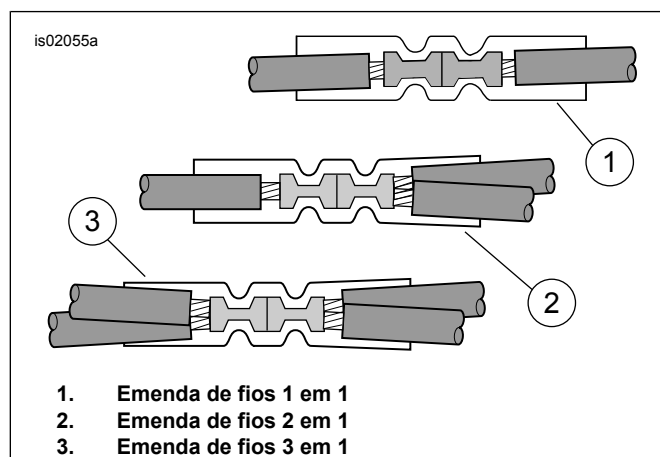

Figura 7. Configurações da emenda
4. Veja Figura 22. Pegue um conector de emenda selada (3) do kit. Veja Figura 7, a configuração de emenda de fios "2 para 1". Emende o fio de alimentação do chicote de fios da manopla aquecida com os fios laranja/branco do chicote de fios principal de acordo com as instruções do apêndice do manual de serviço.
6. Veja Figura 22. Pegue um conector de emenda selada (3) do kit. Veja Figura 7, a configuração de emenda de fios "1 para 1". Emende o fio de alimentação do chicote de fios da manopla aquecida no fio adaptador de acordo com as instruções do apêndice do Manual de serviço.
3. Veja Figura 22. Pegue um conector de emenda selada (3) do kit. Veja Figura 7, a configuração de emenda de fios "2 para 1". Emende o fio de alimentação do chicote de fios da manopla aquecida com os fios laranja/branco cortados de acordo com as instruções do apêndice do Manual de serviço.
3. Veja Figura 22. Pegue um conector de emenda selada (3) do kit. Veja Figura 7, a configuração de emenda de fios "2 para 1". Emende o fio de alimentação do chicote de fios da manopla aquecida com os fios laranja/branco do chicote de fios principal de acordo com as instruções do apêndice do manual de serviço.
4. Instale o fusível de 2 A (12) do kit na cavidade do fusível para completar o circuito.